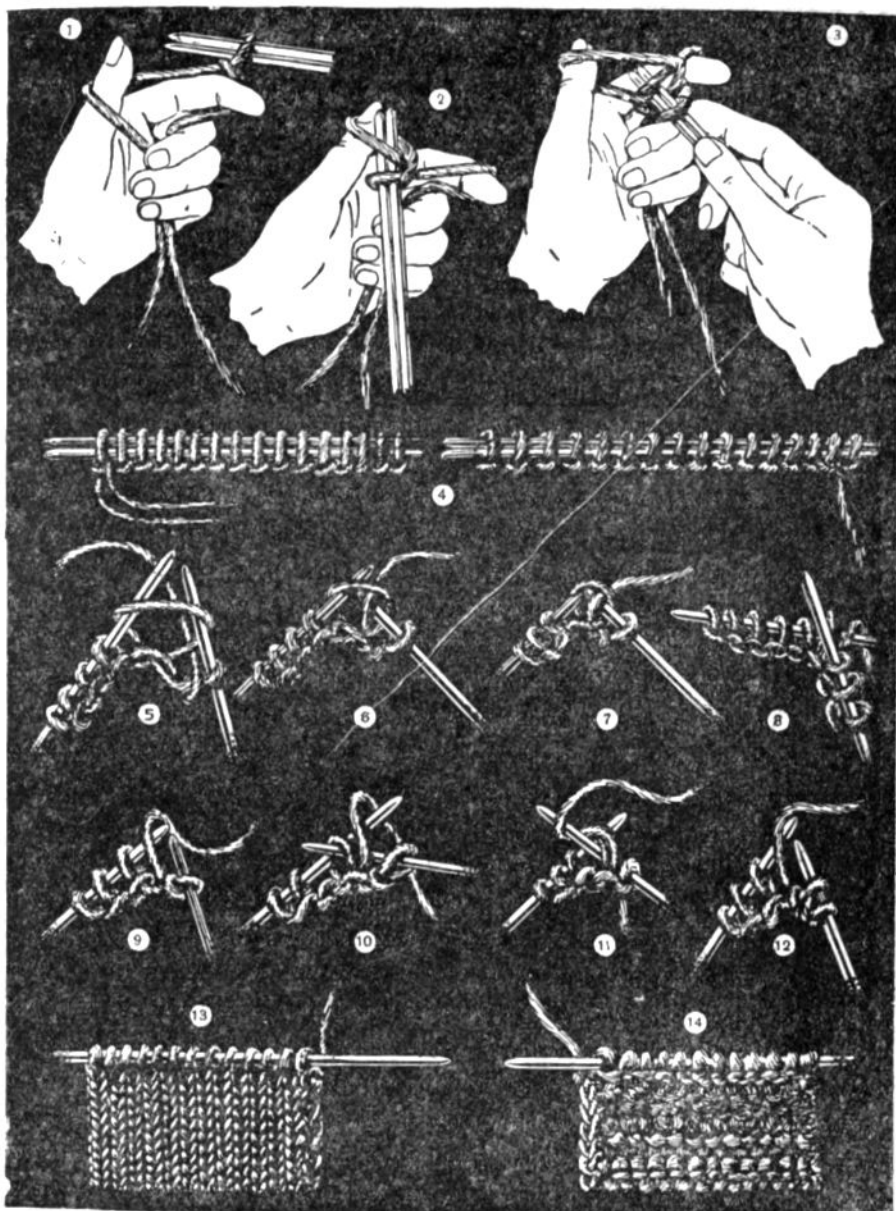

Рис. 180. Вязание спицами.
Для провязывания петель начального ряда берется двойная нить, длина которой зависит от требуемого количества петель. Из нитки средней толщины длиной с обыкновенную спицу получается 7—9 петель. Например, для образца, который приведен на рисунке 180(4), следует в начале вязания накинуть 16 петель. Значит, надо отмерить нитку, длиной равную двум спицам, сложить ее вдвое, взять в левую руку так, чтобы оставался виден сгиб нитки (рис. 180 (1)).